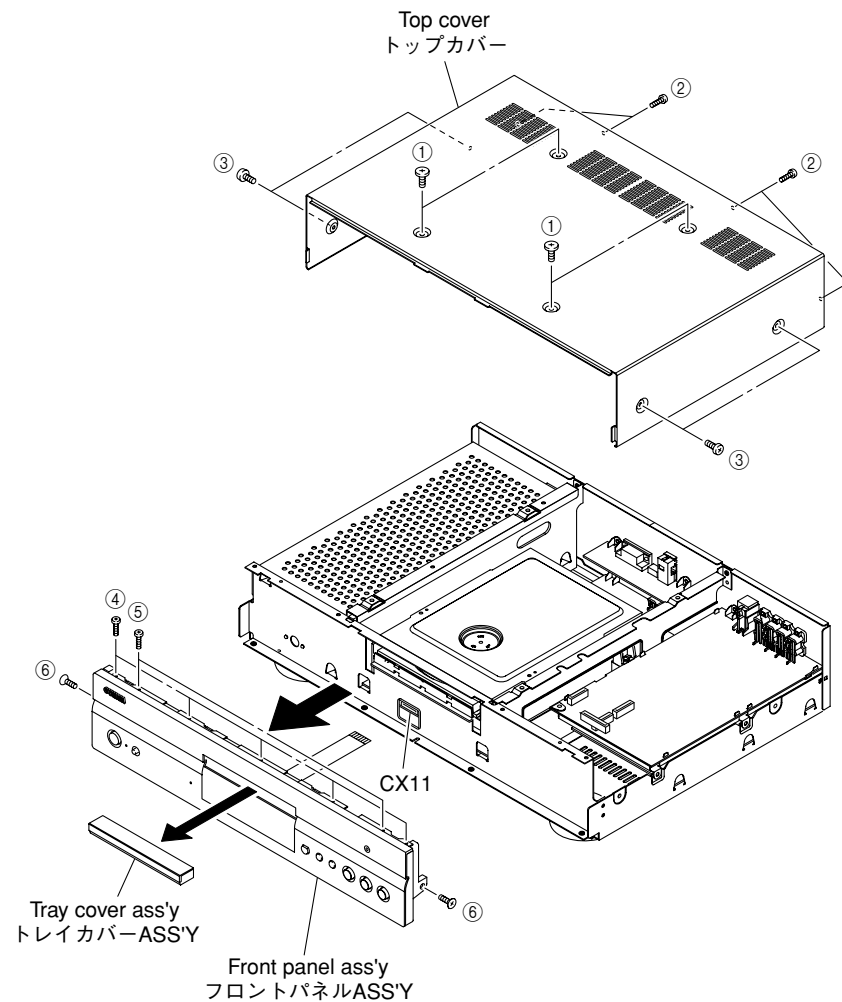

Fig. 1
- Remove 4 screws (①), 4 screws (②) and 4 screws (③). (Fig. 1)
- Lift up the rear side of the top cover, then remove rearward. (Fig. 1)
- ①のネジ4本、②のネジ4本、③のネジ4本を外します。(Fig. 1)
- トップカバーの後側を持ち上げ後方へ取り外します。(Fig. 1)
- Remove the tray cover ass'y and close the tray. (Fig. 1)
- Remove 5 screws (④), 2 screws (⑤) and 2 screws (⑥). (Fig. 1)
- Remove the front panel ass'y forward. (Fig. 1)
- Remove CX11. (Fig. 1)
- トレイカバーASS'Yを外し、トレイを閉じます。(Fig. 1)
- ④のネジ5本、⑤のネジ2本、⑥のネジ2本を外します。(Fig. 1)
- フロントパネルASS'Yを前方へ取り外します。(Fig. 1)
- CX11を外します。(Fig. 1)